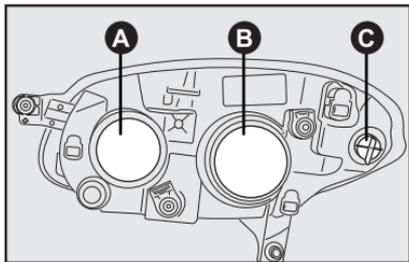

fig. 16
- Retirar a tampa **A-fig. 16** puxando-a;
- Recolocar a tampa **A-fig. 16**.
- Retirar a tampa **B-fig. 16** puxando-a;
- Recolocar a tampa **B-fig. 16**.
- Introduzir a mão pela abertura até ter acesso do porta-lâmpadas **C-fig. 16**;
- Retirar o porta-lâmpadas **C-fig. 16** girando-o no sentido anti-horário;